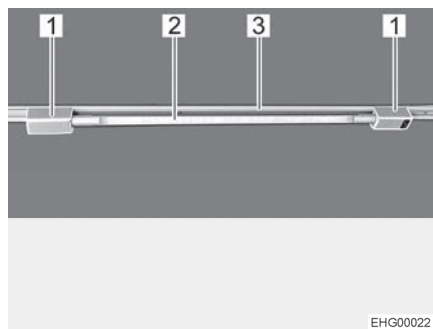

Fig. 54 Lampada tubolare
- Inserire i due supporti (Fig. 54,1) nella rotaia (Fig. 54,3). A tale scopo, ruotare i supporti di 90°.
- Infilare il corpo lampada (Fig. 54,2) in uno dei supporti.
- Ruotare il corpo lampada (Fig. 54,2), finché non si raggiunge l'effetto luminoso desiderato.